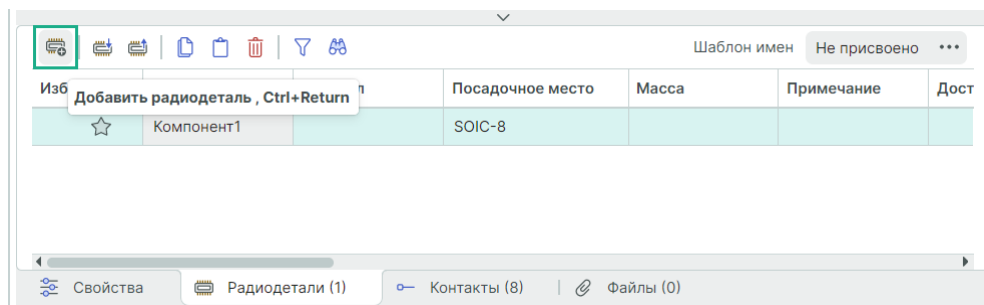

Рис. 304 Создание новой радиодетали
1. Нажмите на символ  «Добавить радиодеталь», расположенный на панели инструментов вкладки «Радиодетали» редактора компонентов или используйте горячие клавиши «Ctrl+Return» («Ctrl+Enter»), см. Рис. 304.